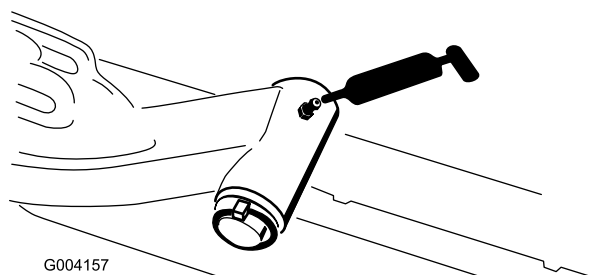

Figure 47
- Axe de pivot des bras de relevage (1 chacun) (Figure 47)